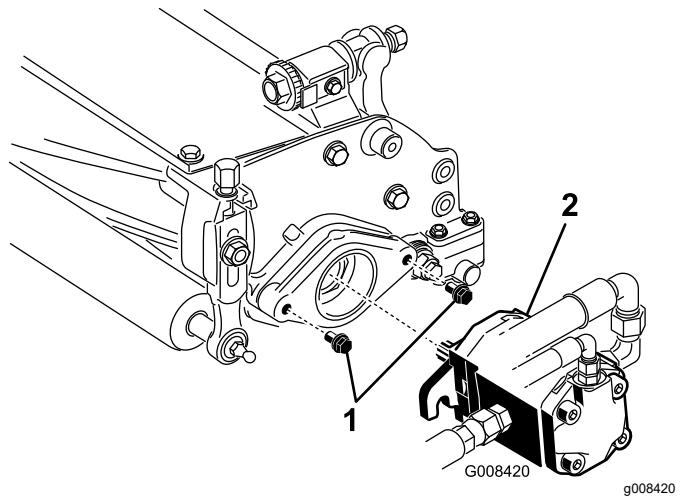

Figura 8
- Assicuratevi che su ciascun bullone di montaggio del motore principale del cilindro sporgano circa 13 mm di filettatura (Figura 8).
- Spalmate grasso pulito sull'albero scanalato del motore e montate il motore ruotandolo in senso orario in modo che le relative flange non tocchino i prigionieri. Ruotate il motore in senso antiorario, finché le flange non circondano i prigionieri (Figura 8).
- Serrate i bulloni di fissaggio (Figura 8).